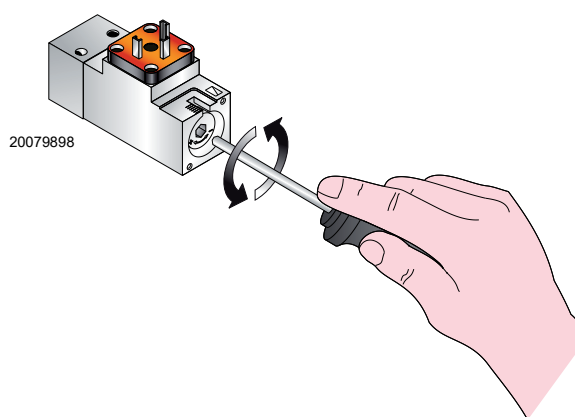

Fig. 38
5.11.5 Pressostat fioul seuil maximum (Fig. 38)